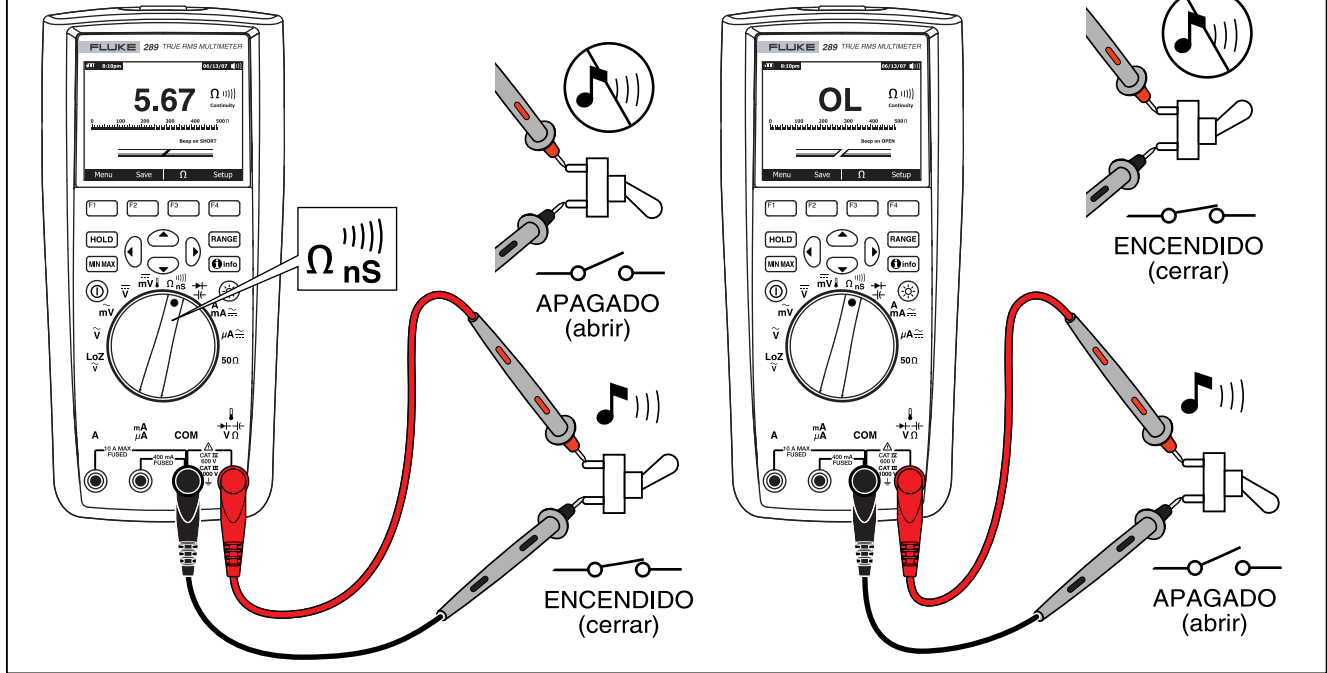

Figura 17. Comprobación de continuidad
Para realizar una prueba de continuidad, posicione el selector giratorio en Ωns(H) y configure el multímetro tal como se muestra en la figura 17. Pulse la tecla programable rotulada (H). En la función de continuidad, un cortocircuito significa un valor medido de menos del 8 % de la escala completa para el rango de 500 Ω y menos del 4 % para otros rangos de resistencia.